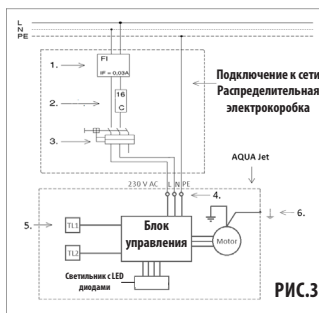

РИС.3
**Электрическая схема подключения AQUA Jet 100 (РИС.3):**